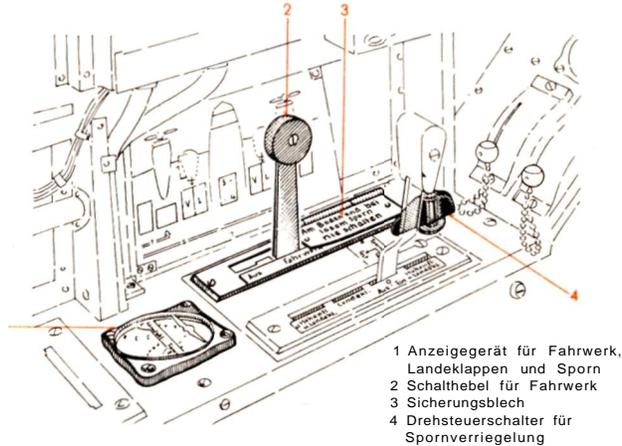
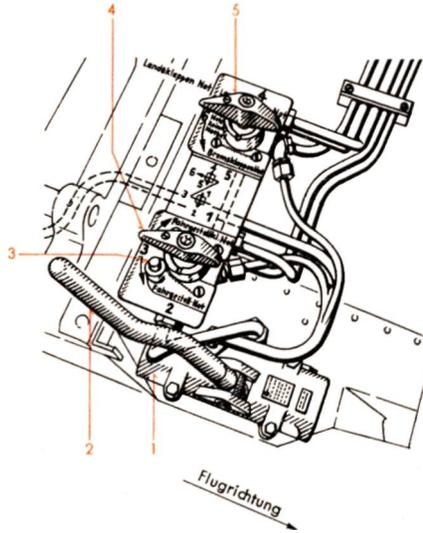

Abb. 3 Bedienelement für Fahrwerk-Druckölanlage
Abb. 4 Fahrgestell-Notbetätigung
Zum Ein- bzw. Ausfahren des Fahrwerkes mittels Drucköles dient ein vorn im Gerätetisch befindlicher Schalthebel (2) (Abb. 3). Unbeabsichtigtes Betätigen des Schalthebels (2) in Richtung „Ausfahren“ wird durch ein Sicherungsblech (3) verhindert. Mit diesem Schalthebel wird über ein DuZ-Gestänge ein Steuerschieber betätigt, der das von den Motorpumpen kommende Drucköl in die Einziehstreben des Fahrwerkes steuert. Das DuZ-Gestänge ist vom Schalthebel aus unter dem Bedientisch bis zu dem in der linken Hälfte im Absatz vor Rumpfspant 9 sitzenden Schaltschieber verlegt (siehe auch Hauptabschnitt 91 „Ausrüstung — Drucköl-Anlage“).
Soll beim Ausfall beider Motorpumpen oder sonstiger Störungen in der Drucköl-Anlage, was sich beim Schalten durch Druckabfall oder überhaupt keiner Druckanzeige an den beiden Druckmessern (in der Gerätetafel am linken und rechten Motor) bemerkbar macht, das Fahrgestell ausgefahren werden, so sind zuerst die hinteren Fahrgestellklappen und anschließend das Fahrgestell durch die Notbetätigung (Abb.4) auszufahren. Ein im Drehbereich des rechten Bediengriffes (4) liegender Anschlag (3) soll verhindern, daß bei Notbetätigung das Fahrwerk vor dem Öffnen der Verkleidungsklappen ausgefahren wird.
Um zum Notausfahren des Fahrwerkes nicht zu hohe Pumpenkräfte zu benötigen, ist die Fluggeschwindigkeit möglichst auf 200 km/h zu verringern. Dann wird der Handpumpenhebel (2) (Abb. 4) aus seiner Halterung am Bombenschutzsitz herausgenommen und auf die Handpumpe (1) aufgesteckt. Der hinter dem Führersitz am Fußboden befindliche rechte Bediengriff (4) (in Flugrichtung gesehen) des Drucköl-Notschalters wird von seiner Mittelstellung 3 auf Stellung 1 „Fahrgestellklappen Not“ gedreht, worauf mit dem Handhebel so lange gepumpt wird, bis die Verkleidungsklappen ausgefahren sind, was man am Ansteigen des Öldruckes bzw. an plötzlicher Schwergängigkeit der Handpumpe erkennt. Außerdem sind die ausgefahrenen Klappen vom Führerraum aus zu sehen.
Nun ist der Bediengriff (4), nachdem der Anschlag (3) wieder nach unten gedrückt wurde, auf seine Mittelstellung 3 zurückzunehmen sowie der Schalthebel (21 (Abb.3) im Führerraum auf seine Nullstellung (Mittelstellung) zu schieben.
Falls das Netz der Drucköl-Anlage noch in Ordnung ist, kann das Fahrwerk auch mit Hilfe der Handpumpe, bei Stellung „Aus“ des Schalthebels (2) (Abb. 3) und Stellung 3 und 6 (Netz) der beiden Drucköl-Notschalter (Abb. 4) ausgefahren werden. „Fahrwerk einfahren“ mit der Handpumpe über Netz ist nicht möglich, da hierfür die aufzubringenden Handkräfte zu groß sind.